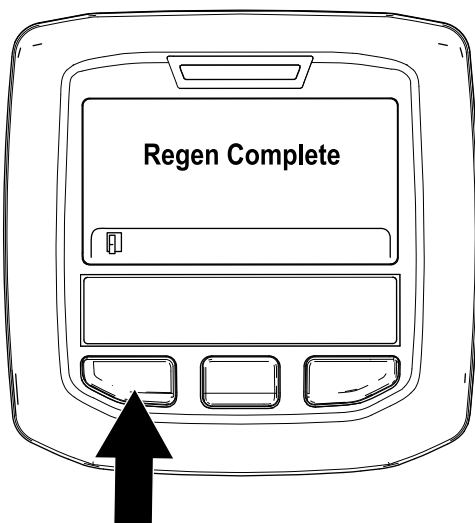

Рисунок 51
9. Когда регенерация с парковкой будет завершена, на дисплее инфо-центра появится сообщение «Regen Complete» («Регенерация завершена»). Нажмите левую кнопку, чтобы перейти на главный экран (Рисунок 51).